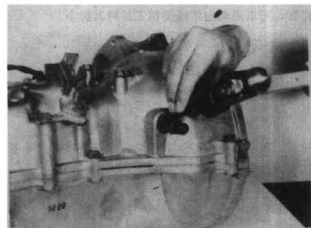

图 10-12
(3) 在安装完衬套之后, 应在壳体上贴着衬套的边缘冲出 2 个 $\phi 2$ 的点 (图 10-12)。